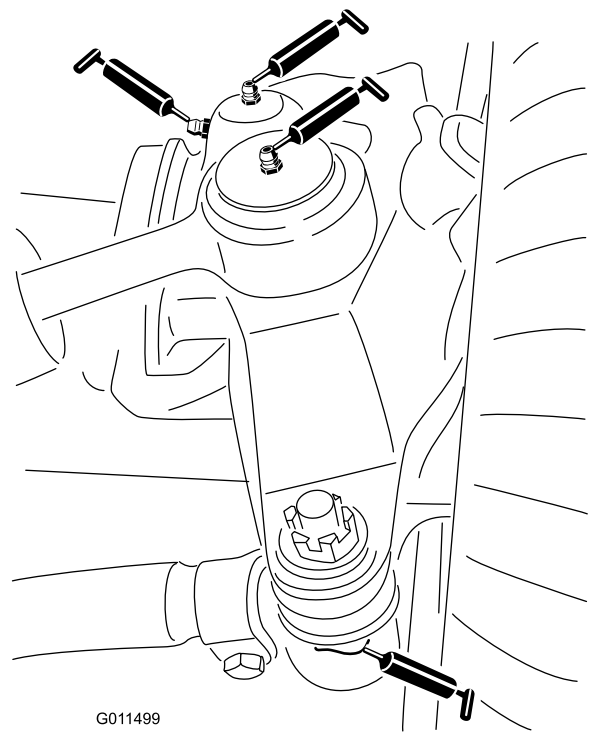

Figure 38
- 2 rotules de vérin de direction (Figure 38)
- 2 rotules de biellettes (Figure 38)
- 2 bagues de pivots de fusées (Figure 38).